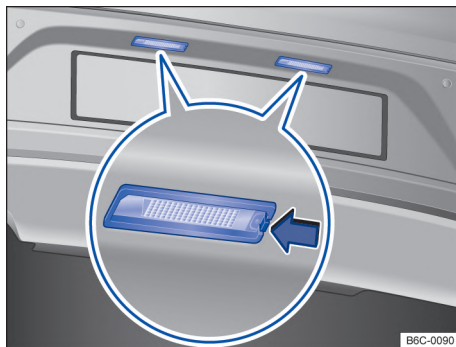

Fig. 167 En el parachoques trasero: luz de la placa de licencia.
- 2 Con la ayuda de un destornillador, presionar la traba → fig. 167 (flecha) para desmontar el conjunto.